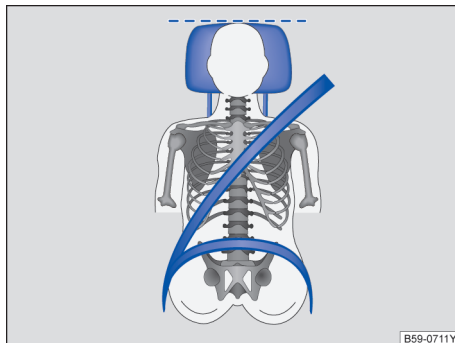

图 24 驾驶员头枕的正确位置
- 调节头枕, 使头枕的上沿与您的头顶等高, 不可低于眼睛, 头部尽可能贴近头枕→图 24。